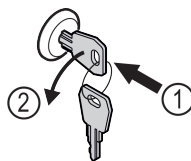

Fig. 167
- ▶ Įspauskite raktą. Fig. 167 (1)
- ▶ Pasukite raktą 90° prieš laikrodžio rodyklę. Fig. 167 (2)